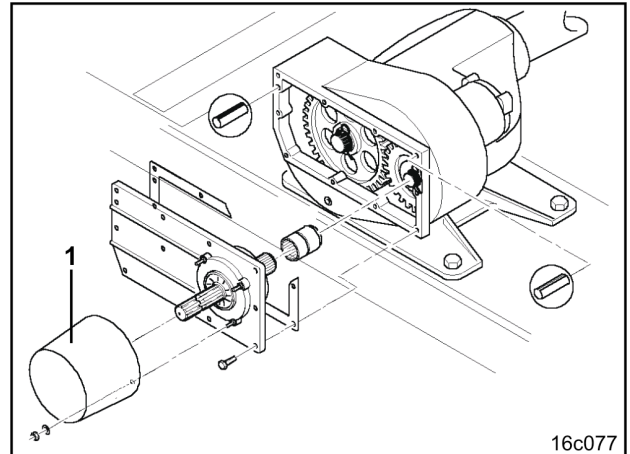

Fig. 74
Der Zapfwellendurchtrieb ermöglicht das Antreiben einer zapfwellengetriebenen Sämaschine. Die Wechselradhauptgetriebe (Fig. 74) lassen sich leicht mit einem Zapfwellendurchtrieb nachrüsten (siehe Kap. 7.4.4).
**Lose mitgelieferte Zapfwellenabdeckung (Fig. 74/1) am Zapfwellenausgang des Wechselradhauptgetriebes befestigen bevor die Gelenkwelle auf die Getriebezapfwelle aufgesteckt wird!**